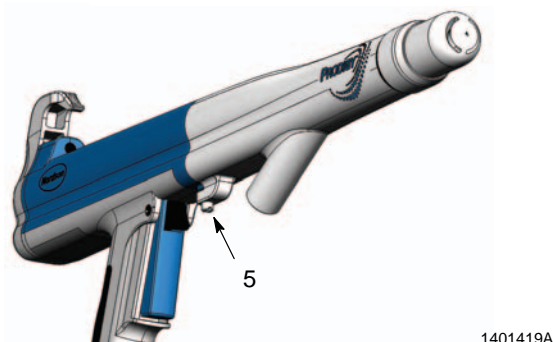

Bild 2 Demontering av adaptrens låsskruv
2. Se bild 2. Lossa fästskruven (5) på adapterns undersida.